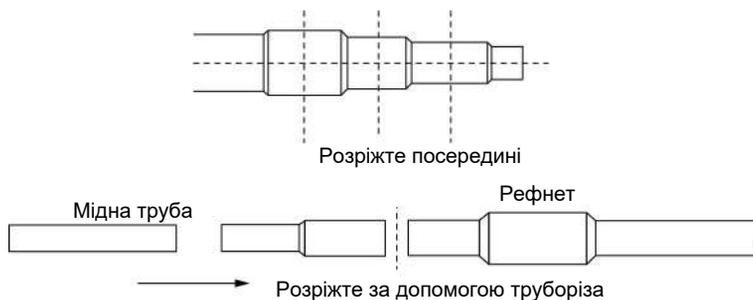

Рис.4.2.9
(3) Рефнет має кілька секцій труби з різними розмірами, що полегшує з'єднання з різними мідними трубами. Використовуйте труборіз, щоб розрізати посередині секцію труби. Див. рис. 4.2.9, який показано нижче.